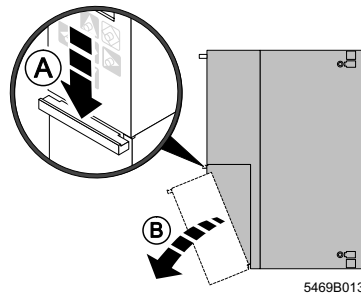

Bild 14 Abdeckung abnehmen
In Bild 14 sehen Sie, wie Sie die Abdeckkappe entfernen, um den Schacht des Parametrierungsspeichers und die Schnittstellen zu erreichen. Lösen Sie die Abdeckung mit leichtem Druck auf den Arretierungshebel (A). Schwenken Sie die Abdeckung entsprechend der eingezeichneten Pfeilrichtung (B). Zum Entfernen ziehen Sie die Abdeckung mit den Rastnasen aus den Öffnungen am unteren Rand der Frontblende.